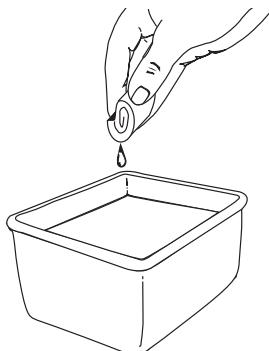

Fig. 20
- Ouvrez le couvercle du filtre à air. Enfoncez la languette située à gauche du couvercle, tirez celui-ci vers vous pour le dégager du boîtier du filtre à air (Fig. 20).
3. Lavez le filtre dans un mélange d'eau et de détergent (Fig. 20). Rincez le filtre abondamment et laissez-le sécher.
8. Pivotez le couvercle vers la droite jusqu'à ce que la languette du couvercle du filtre s'enfonce d'un déclic dans la fente sur le côté droit du boîtier du filtre (Fig. 20).